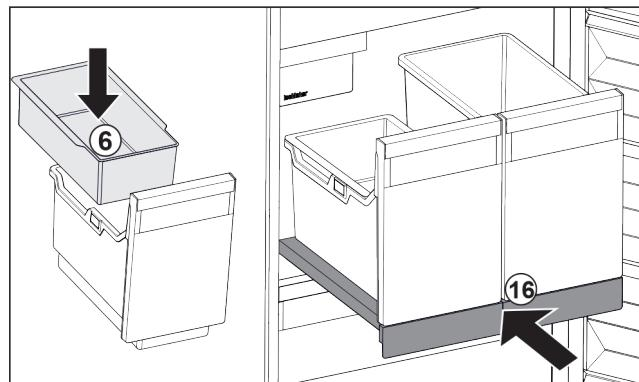

Fig. 40
- ▶ Вставить підвісний лоток Fig. 40 (6) для кубиків льоду.
- ▶ Вставить витяжну панель з резервуаром (IceTower). Fig. 40 (16)